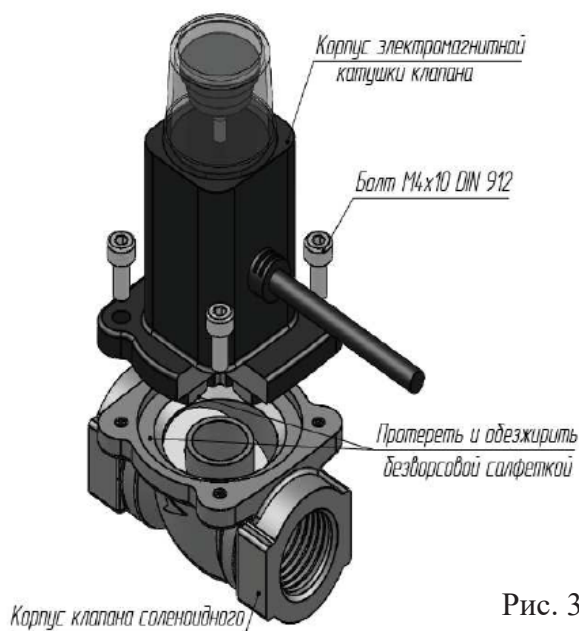

Рис. 3
1) Разобрать клапан, открутив 4 болта. Снять корпус электромагнитной катушки клапана Рис. 3.